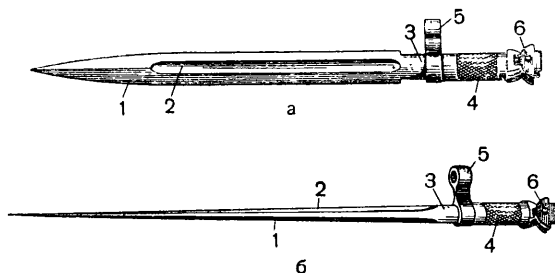

Рис. 45. Штык:
33. Штык (клинковый и игольчатый, рис. 45) служит для поражения противника в рукопашном бою. Клинковый штык состоит из клинка с основанием и трубки с пружиной. Игольчатый